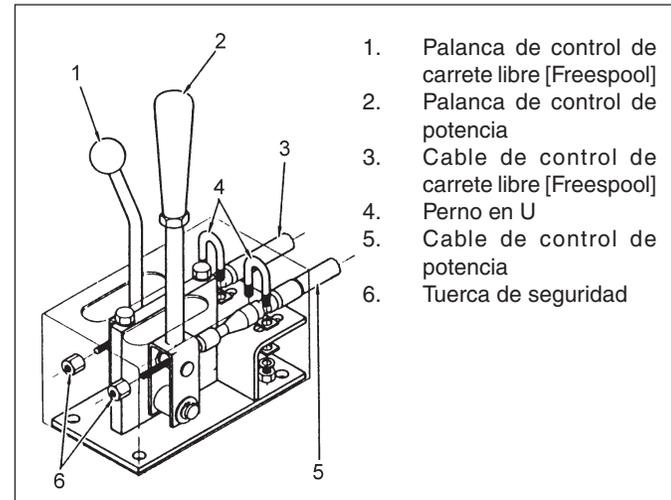

Figura 7 - Ajuste del cable de control
A. Vea la Figura 7. Revise que las posiciones de la palanca de control de potencia (artículo 2) sean las mismas que los indicadores de posición en el alojamiento de control. Quite los dos tornillos de casquete y levante la cubierta. Suelte el perno en U (artículo 4) que sostiene el cable de control de potencia (artículo 5) en el alojamiento para ajustar la palanca de control.